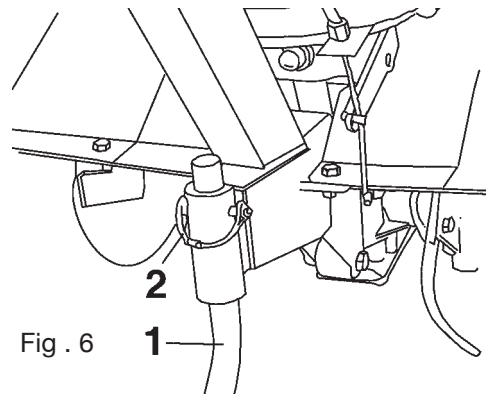

Fig . 6
Den Bremssporn (1) mit dem Stift mit Feder (2) montieren (Abb. 6).